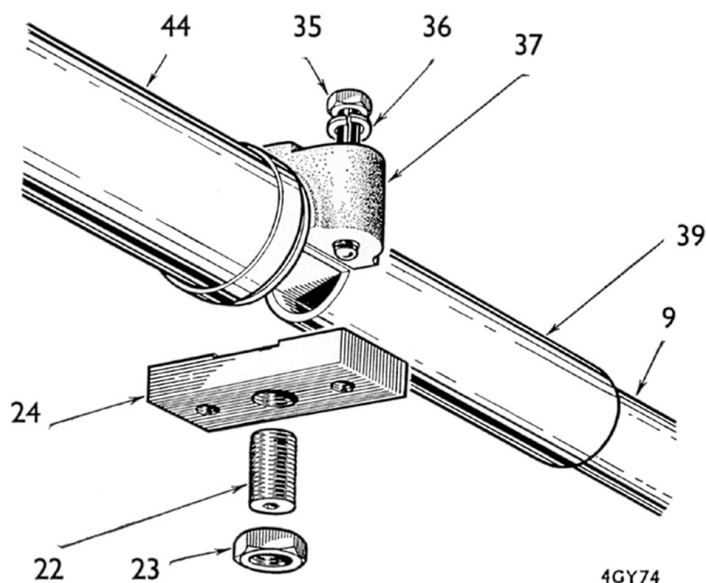

Fig. 31. Éclaté du collier anti-chocs de la colonne de direction
2. Fixer le guide de câble et la partie inférieure du collier supérieur (53).
3. Monter le collier inférieur (48) avec le feutre (49) et les fixer au moyen de l'écrou (47) et des rondelles (45) et (46).
4. Placer le volant à la hauteur désirée et serrer les colliers (53) et (48).
5. Le volant et les roues avant étant droits, rebrancher la partie inférieure de la colonne (9) à l'accouplement de la colonne et les serrer au moyen du boulon de serrage (6) et de l'écrou (4).
6. Serrer complètement les boulons (35) du collier anti-chocs (37). A l'aide d'une clé Allen, serrer la vis six pans creux (22, Fig. 31), autant que possible à la main et sans tordre la clé. Serrer le contre-écrou (23).